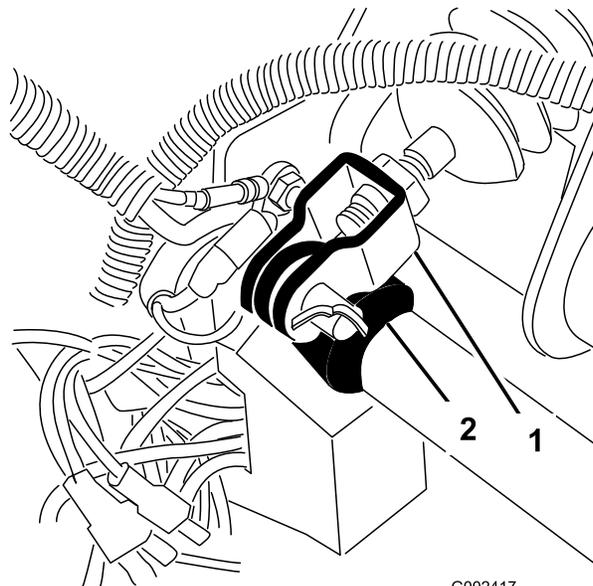

Figura 62
1. Retire o contrapino e o passador de forquilha que fixam a culatra do cilindro principal ao ponto de articulação do pedal de travão (Figura 62).